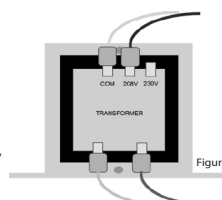

Figure 2: Transformer wiring for 208V
3. Enlevez le câble de branchement du connecteur de droite (étiqueté 230V) et branchez le câble au connecteur du centre (étiqueté 208V), illustré dans la Figure 2 ci-dessous.